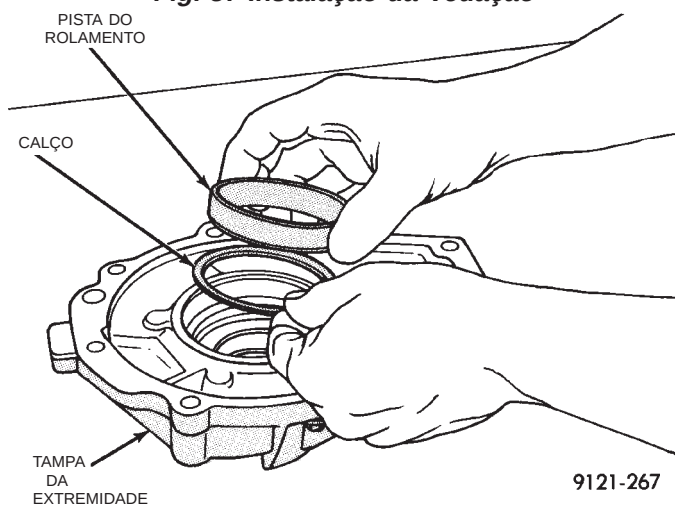
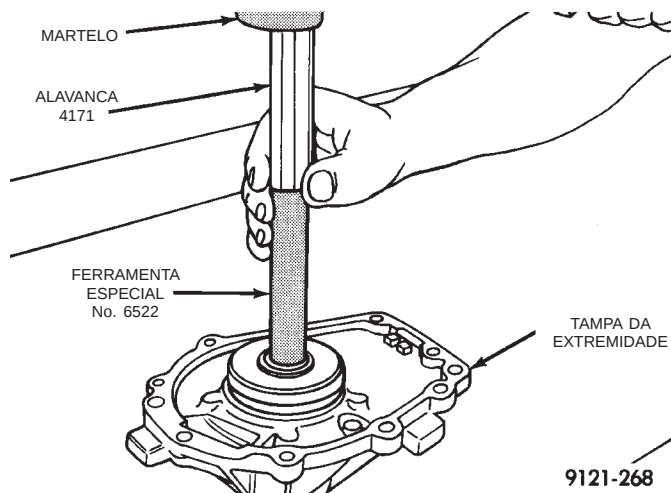

Fig. 38 Calço e Pista do Rolamento
Fig. 39 Instalação da Pista do Rolamento
(3) Reinstale a pista e o calço originais do rolamento utilizando a ferramenta especial No. 6522 (Fig. 38) e (Fig. 39).